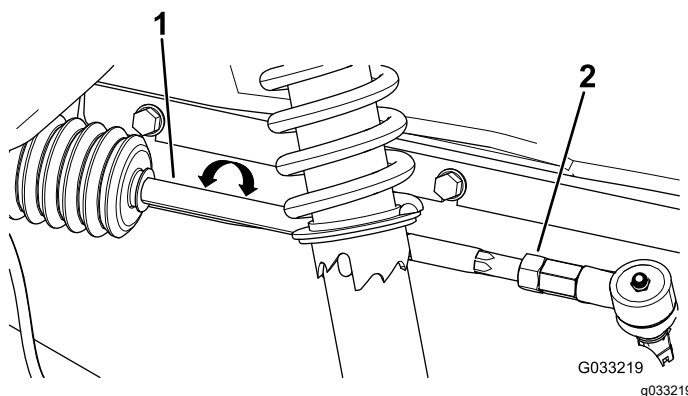

Figure 54
2. Si la mesure n'est pas comprise entre 0 et 6 mm (0 et ¼ po), desserrez les écrous de blocage aux extrémités extérieures des biellettes (Figure 54).